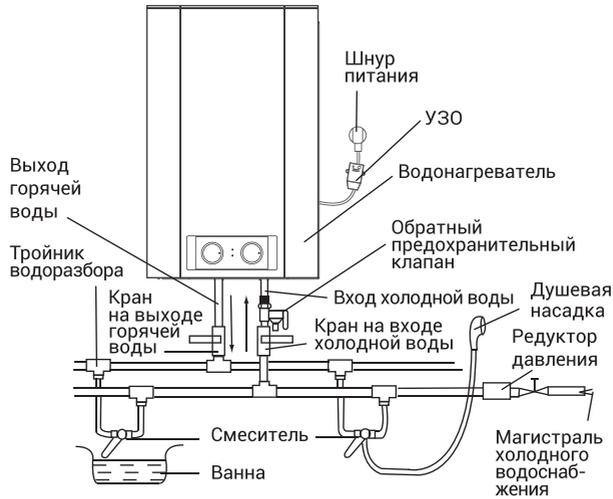

Рис. 5
4. Если необходимо реализовать многоканальную систему водоснабжения, используйте способ соединения (см. рис. 5).